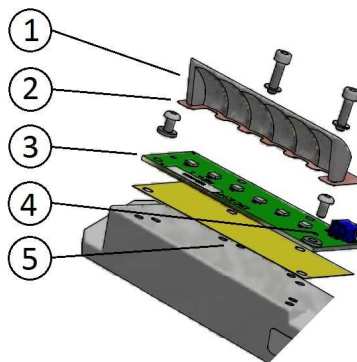

Figura 21 – Sustitución del Módulo LED
- desconecte el conector de suministro de energía del módulo LED (Figura 21 – n°4)
- quite el módulo LED (Figura 21 – n°3) y el reflector correspondiente (Figura 21 – n°1) de la placa de montaje soltando los dos tornillos HSCS M3x12
- compruebe que el interfaz térmico (Figura 21 – n°5) está colocado bajo el módulo LED y posicionado correctamente
- compruebe que la hoja de aislamiento de Kapton (Figura 21 – n°2) está colocada sobre la placa LED, puesta debajo y posicionada correctamente
- vuelva a conectar el conector de suministro de energía (Figura 21 – n°4) al módulo LED